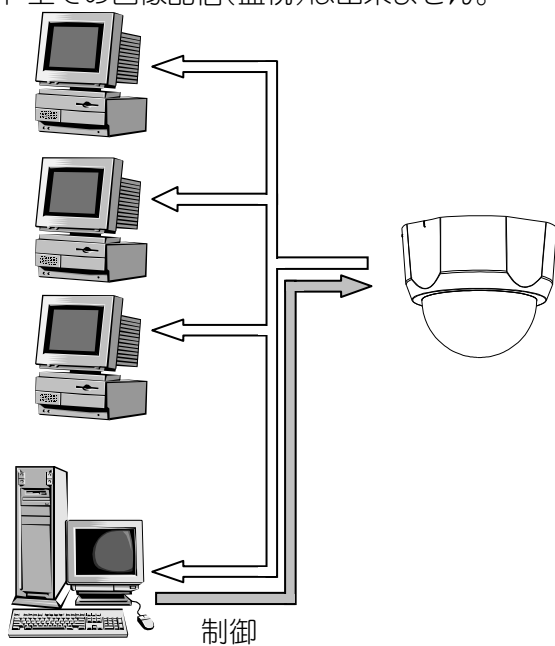

図 16-2 マルチキャストについて
- (1) 図 16-2に示すようにカメラからの画像を複数の機器で受信することができる通信方式です。
- (2) 複数箇所での監視に適しています。
- (3) 通信プロトコルには、RTP/UDP/IP が利用されます。
- (4) インターネット上での画像配信(監視)は出来ません。